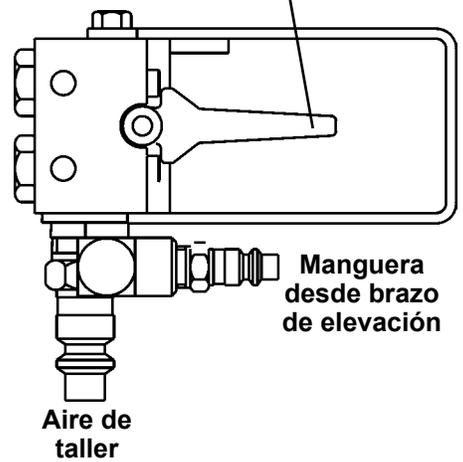

Figura 2
4. Conecte la manguera de aire del brazo de elevación a su derecha al lado derecho de la unidad de control de aire. Conecte la manguera de aire del brazo de elevación a su izquierda al lado izquierdo de la unidad de control de aire. Consulte la Figura 2.